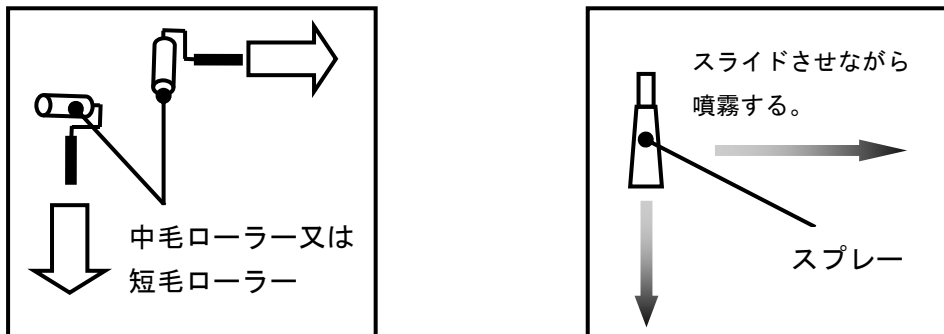

図 1
- ・塗膜に転写液JT-180Nをローラー又はスプレーで塗布する(図1)。